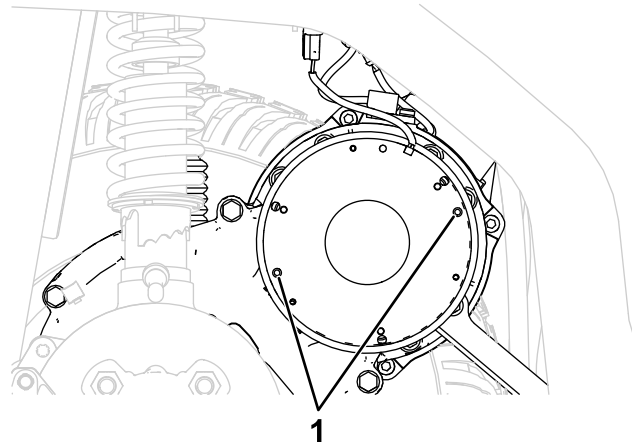

Figura 19
4. Para libertar o travão de estacionamento, insira 2 parafusos (M5-0,8 x 45 mm) nos furos mostrado na Figura 19 e aperte-os lentamente.